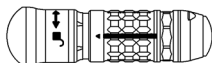

Abbildung 1
- Zur Reinigung der Kanülen des in Reinigungslösung eingetauchten Aufsatzes sanft abbürsten. Für alle Aufsätze außer MA-D20-G1 und Lagerhülsen für Aufsätze für minimalem Zugang die Reinigungsbürste für Aufsätze verwenden. Für MA-D20-G1 und Lagerhülsen für Aufsätze für minimalem Zugang die Reinigungsbürste mit kleinem Durchmesser verwenden. Verfügt der Aufsatz über eine Ausrückmuffe (Abbildung 1), die Muffe verschieben und den freigelegten Bereich abbürsten.
- Bewegliche Teile, wie die Ausrückmuffen (Abbildung 1), betätigen.